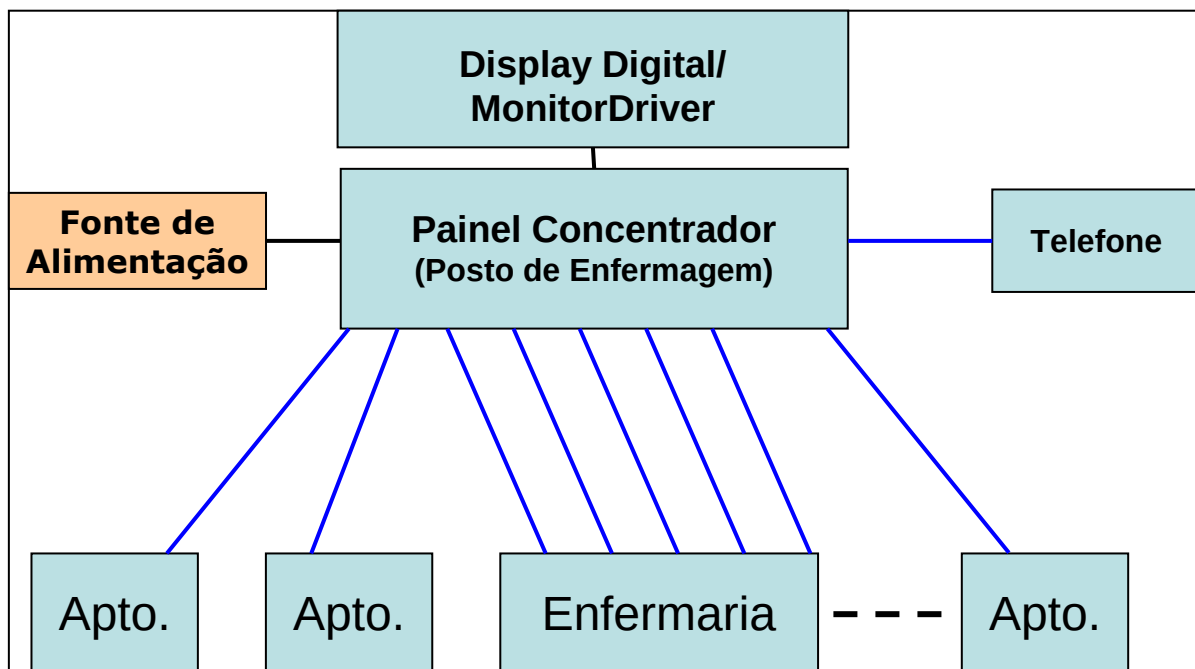

Figura 11 – Instalação Típica
As conexões entre as unidades de comando (UC) e o Painel Concentrador são feitas segundo uma topologia estrela, ou seja; usa-se um cabo de pares trançados para conectar cada UC ao Painel Concentrador. Veja a **Figura 11** abaixo: